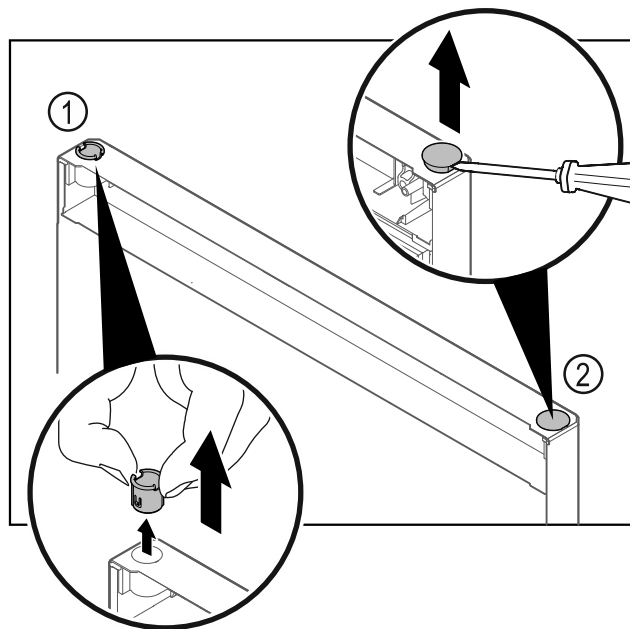

Fig. 31
- ▶ Изтеглете с пръсти втулката на пантата Fig. 31 (1).
- ▶ С плоска отвертка внимателно повдигнете покриващата тапа Fig. 31 (2) и я извадете.